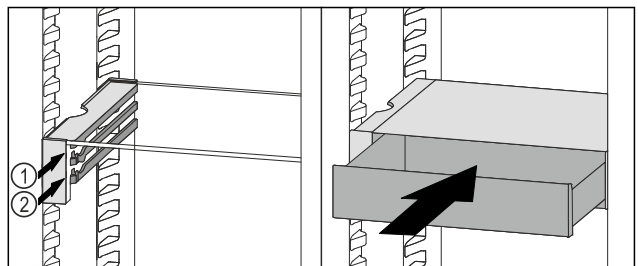

Fig. 185
- Placer le tiroir VarioSafe derrière les butées sur la nervure désirée Fig. 185 (1) ou Fig. 185 (2).